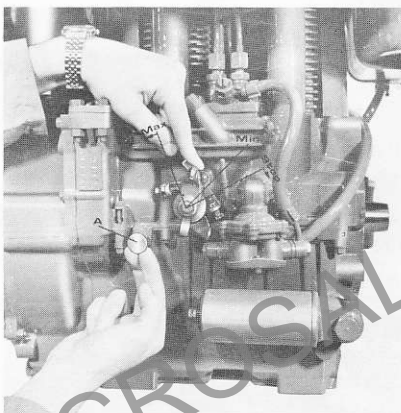

Fig. 6
Ricordarsi di fare questa operazione avendo dato metà acceleratore e sollevato il supplemento di avviamento A di Fig. 6. Per motori provvisti di avviamento elettrico la ricarica del sistema di iniezione si effettua facendo ruotare il motore col motorino elettrico; abbassando le leve di decompressione si agevola la rotazione del motore.
- 1) Si mette l'acceleratore su una posizione intermedia fra Max e Min (Fig. 6).
- 2) Si solleva il pomello (A) del supplemento di avviamento (Fig. 6).
- 2) Si solleva il pomello del supplemento di avviamento (A Fig. 6).
Prima di fermare il motore portare la leva acceleratore verso il minimo (Fig. 6 - Min.) e lasciare girare il motore per circa 5 minuti. Spingendo a fondo la leva (Fig. 6 - Stop) si provocherà l'arresto del motore.
Si ricorda che la massima quantità di nafta che la pompa può erogare viene regolata in Ditta mediante il bullone con eccentrico (Fig. 6 - A) in relazione alla potenza che il motore deve fornire. Per un controllo approssimativo fuori Fabbrica, si procede nel seguente modo: